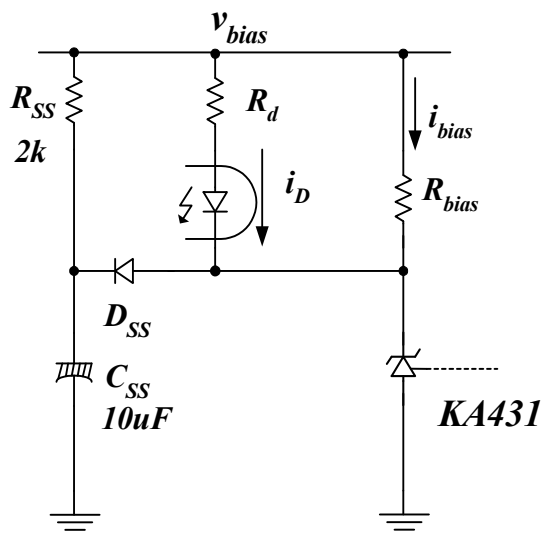
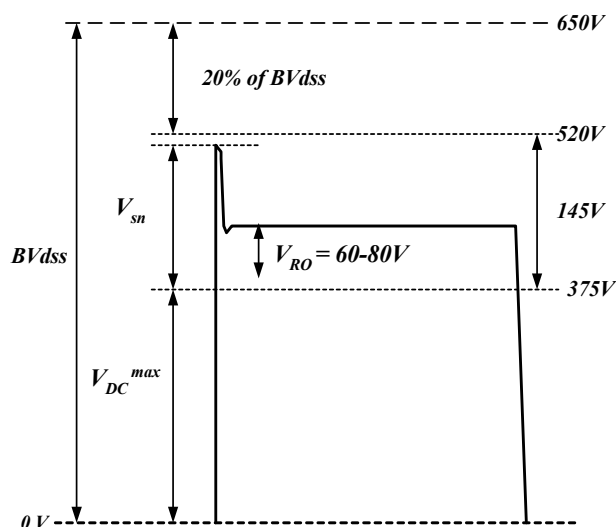

图 7. 外部软启动电路
图 8. 漏电压
图 8 显示通用输入应用的典型 MOSFET 漏电压波形。许多客户惯于使最大漏电压保持在 MOSFET 的 BV_{dss} 的 80% 以下。当正常操作中的最大漏电压超出其规格时，通过减小反射的输出电压 (V_{RO}) 来减小缓冲器电容电压 (V_{sn})。 V_{RO} 可通过减少初级端匝数（其他绕组匝数固定）来减小。但这样就增加了次级端二极管中的电压应力，因此应再次检查次级端二极管中的电压应力。缓冲器电容电压也可通过减小缓冲器电阻来降低。但是，此方法有局限性，因为它会增加缓冲器网络中的损耗。通常将缓冲器电容电压设为反射输出电压的约两倍，如图 8 所示。有关详细的设计等式，请参阅应用指南 AN4137。如果漏电压仅在其启动时超出其规格，则使用图 7 中的软启动电路。
- 如果仅在启动时发生过冲，则在反馈网络中添加外部软启动电路，如图 7 所示。此电路通过光电缓慢增大电流来去除输出电压过冲。